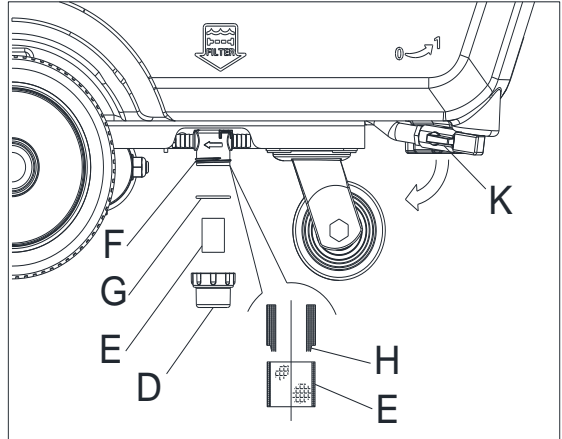

Abbildung 23
3. Entleeren Sie den Lösungsmitteltank oder drehen Sie den Hahn zu (K, Abb. 23)
4. Entfernen Sie die durchsichtige Abdeckung (D), dann entfernen Sie den Filtersieb (E). Reinigen und installieren Sie sie auf der Halterung (F).